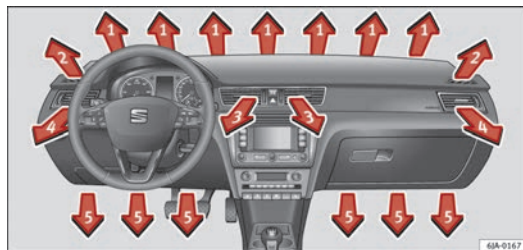
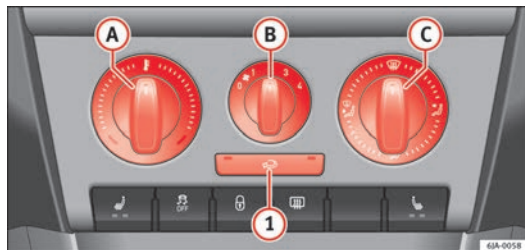

Abb. 96 Luftaustrittsdüsen
Abb. 97 Heizung: Weitere Bedienelemente
- Zur Änderung der Höhe des Luftstroms schwenken Sie den Schieberegler nach oben oder unten. ⇒ Abb. 96.
Die Einstellung des Luftaustritts aus den Düsen erfolgt über den Regler © ⇒ Abb. 97. Die Luftaustrittsdüsen 3 ⇒ Abb. 96 und 4 können Sie einzeln schließen und öffnen.
- Drehen Sie den Drehregler **A** ⇒ Abb. 97 nach rechts, um die Temperatur zu erhöhen.
- Drehen Sie den Gebläseschalter **B** ⇒ Abb. 97 in eine der Positionen 1 bis 4, um das Gebläse einzuschalten.
- Mit dem Luftverteilungsregler **C** ⇒ Abb. 97 regeln Sie die Richtung des Luftaustritts ⇒ Seite 134, Luftaustrittsdüsen.
Sie können alle Bedienelemente mit Ausnahme des Gebläseschalters **B** ⇒ Abb. 97 auf jede beliebige Zwischenstellung einstellen.
- Drehregler Ⓐ ⇒ Abb. 97 ⇒ Seite 135, Ⓑ, Ⓒ und Taste ①.
- Drücke Sie die Taste  ① ⇒ Abb. 97 ⇒ Seite 135. Die Kontrollleuchte in der Taste leuchtet auf.
- Drücke Sie erneut die Taste  ① ⇒ Abb. 97 ⇒ Seite 135. Die Kontrollleuchte in der Taste erlischt.
Wenn die Luftaustrittsdüse Ⓒ ⇒ Abb. 97 ⇒ Seite 135 auf die Position  gestellt ist, schaltet sich der Umluftbetrieb automatisch aus. Sie können den Umluftbetrieb in dieser Position wieder einschalten, indem Sie die Taste  drücken. ▶